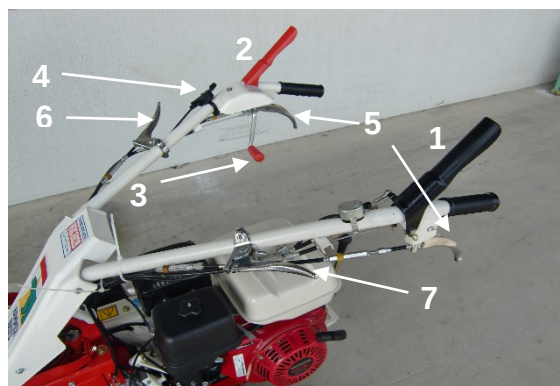
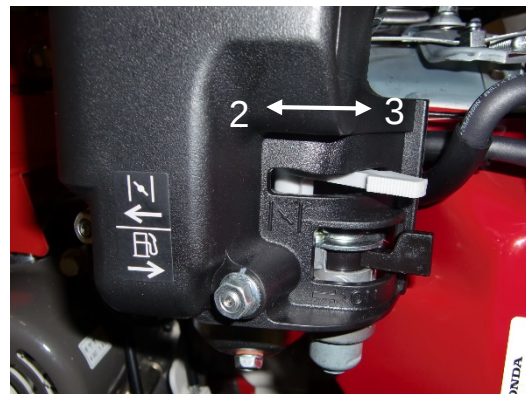

Figure 1
Figure 3
Pour faire avancer la machine, appuyez sur la poignée d'avancement (1, Figure 1). Dès que vous relâchez la poignée, la machine s'arrête et le frein de stationnement s'enclenche automatiquement.
Il est utilisé pour le débroussaillage. Appuyez sur la poignée de dessus (2, Figure 1) et tirez la manette (3, figure 1) pour actionner la rotation des lames. Dès que vous relâchez la poignée, la manette revient à sa position initiale et le rotor s'arrête.
Le levier d'accélérateur (4, Figure 1) sert à modifier la vitesse de rotation du moteur.
Les poignées (Figure 1, repère 5) servent au conducteur lorsqu'il veut changer de direction. Appuyez sur la poignée de droite pour tourner à droite, appuyez sur la poignée de gauche pour tourner à gauche. Pour déplacer la machine avec le moteur arrêté, appuyez sur les deux poignées.
Serrez le levier (7, Figure 1) pour déplacer le guidon vers le haut ou vers le bas. Relâchez le levier et vérifiez que le guidon est bien verrouillé avant d'utiliser la machine.
Et serrez le levier (6, Figure 1) pour déplacer le guidon vers la gauche ou vers la droite. Relâchez le levier et vérifiez que le guidon est bien verrouillé avant d'utiliser la machine.
Il sert lors du démarrage à froid. Pour l'actionner, déplacez le levier (1, Figure 3) vers l'avant (2, Figure 3). Une fois le moteur démarré, ramenez le levier sur la position ouverte (3, Figure 3). Ne l'actionnez pas moteur chaud.
- Poussez le levier de starter (Figure 3) si le moteur est froid ou placez l'accélérateur (4, Figure 1) à la moitié de sa course si le moteur est chaud. Tirez la corde de démarreur. Quand le moteur a démarré, repoussez le levier de starter.
- Placez le levier d'accélérateur sur "LO" (4, Figure 1).